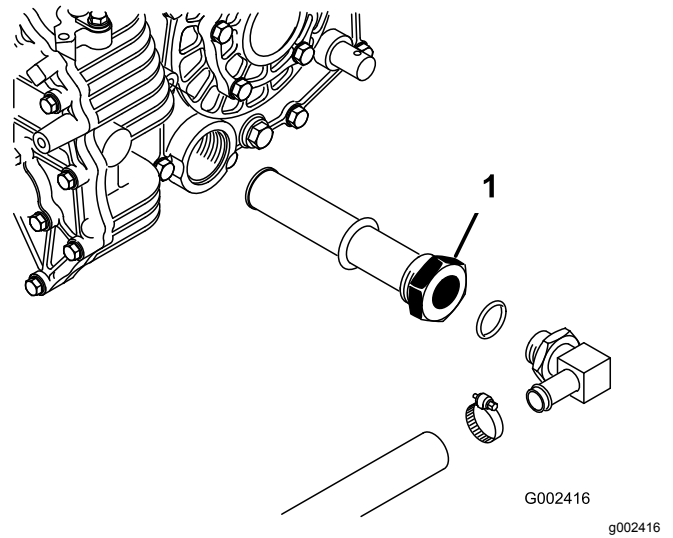

Figura 67
- Observe la orientación del tubo hidráulico y del codo de 90° conectado al filtro en el lateral del depósito (Figura 67).